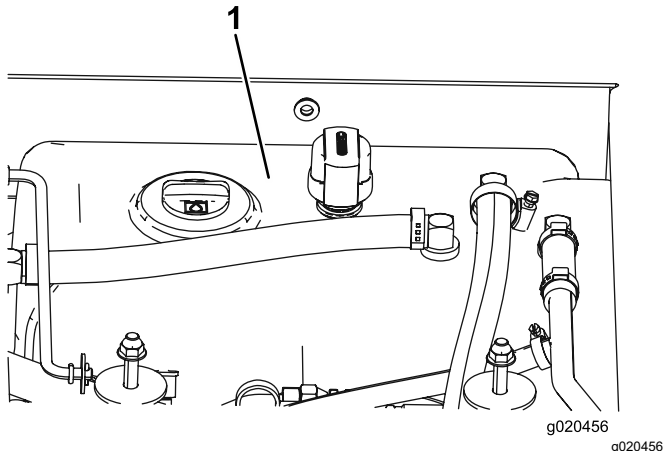

Figure 86
- Remplissez le réservoir (Figure 86) de liquide hydraulique ; voir Contrôle du niveau de liquide hydraulique \(page 78\).